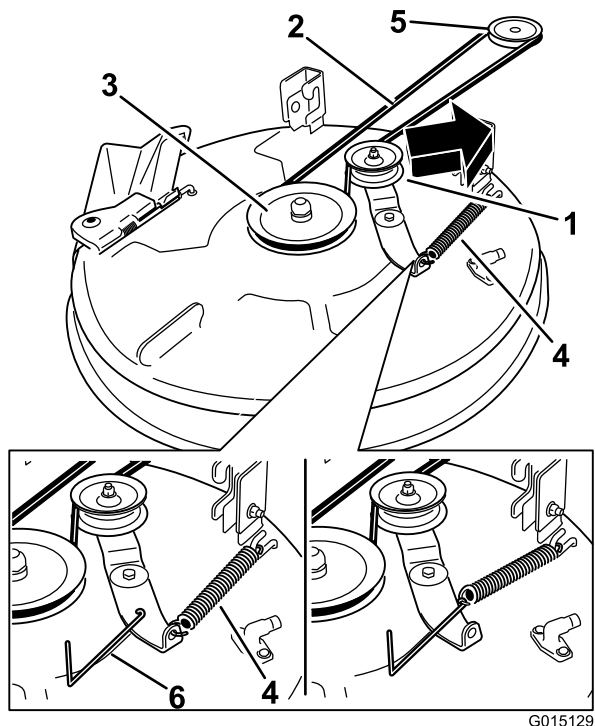
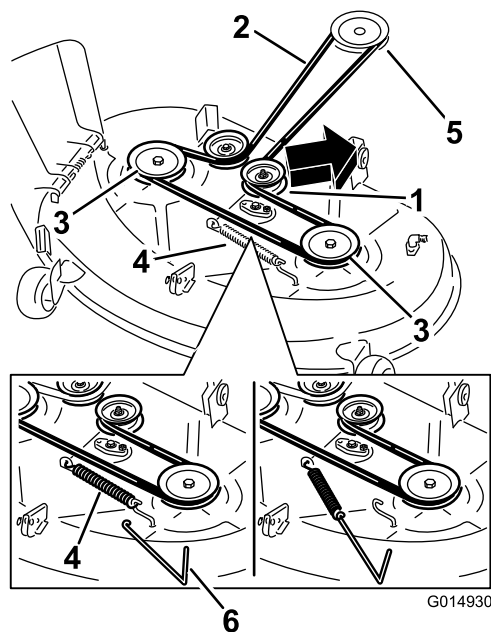

Figure 68
Figure 69
pour détendre la poulie de tension et déchaussez la courroie des poulies (Figure 68 et Figure 69).
7. Acheminez la courroie neuve autour des poulies du moteur et du plateau de coupe (Figure 68 et Figure 69).
8. À l'aide d'un outil de dépose de ressort (réf. Toro 92-5771), accrochez le ressort à l'ergot sur le plateau de coupe pour tendre la poulie de tension et la courroie de plateau de coupe (Figure 68 et Figure 69).